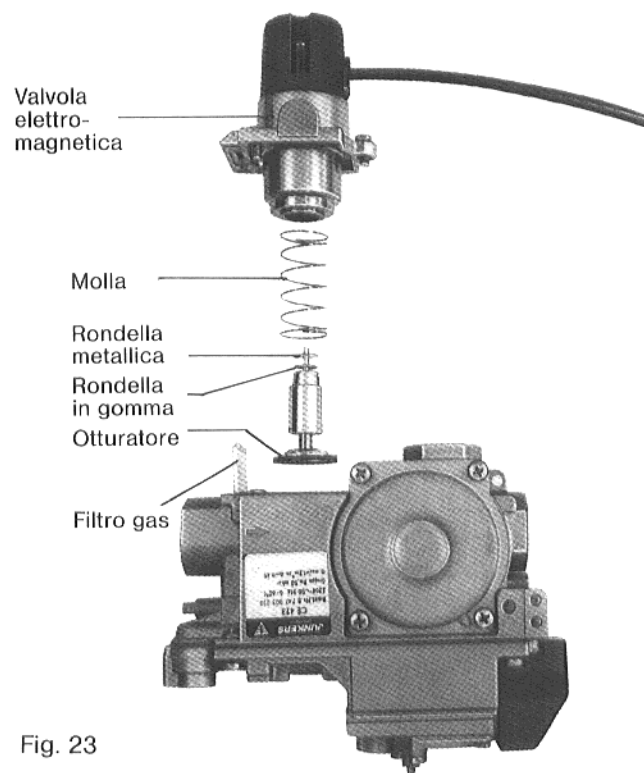

Fig. 23
Per lo smontaggio ed il rimontaggio della valvola elettromagnetica, l'apparecchiatura deve venire capovolta (Fig. 23).
- Reinserrire il filtro e montare la valvola (vedi Fig. 23).